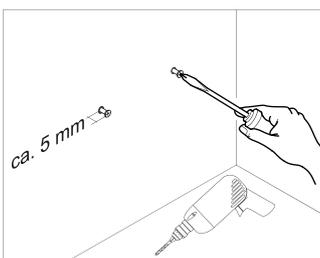

Bild 3
- Drehen Sie die Schrauben nur soweit fest, dass der Schraubenkopf ca. **5 mm** von der Wand absteht (Bild 3).